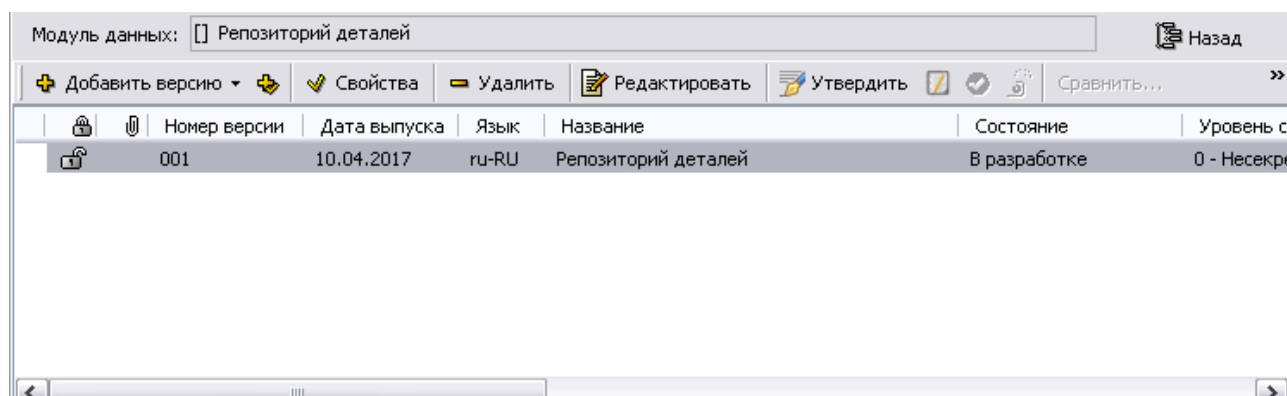

Рис. 15.2
- Введите причину добавления версии и нажмите Ok. Созданная версия МД отобразится в окне редактора версий (Рис. 15.2).